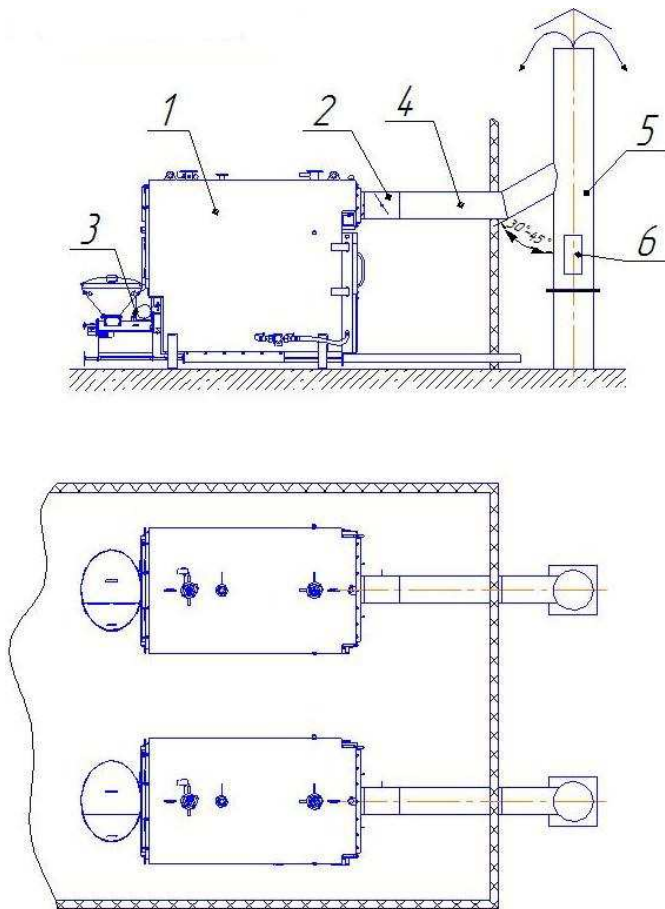

Рис. 2 Під'єднання котла до димоходу
5.1 У випадку встановлення двох або більше котлів рекомендовано під'єднати кожен котел до окремої димохідної труби (Рис. 2).